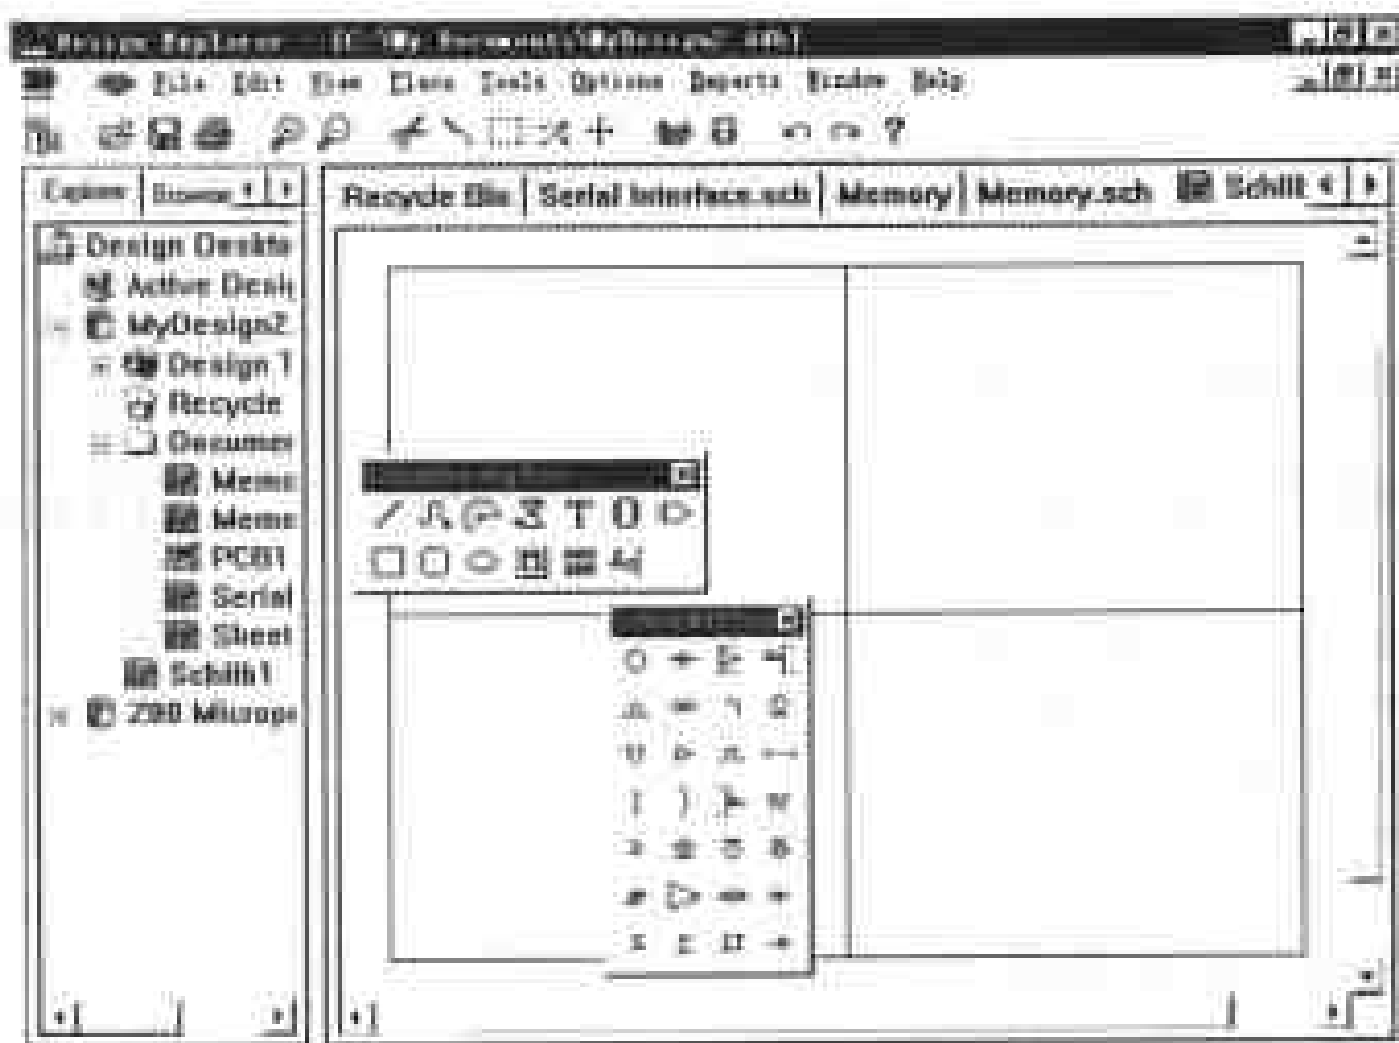
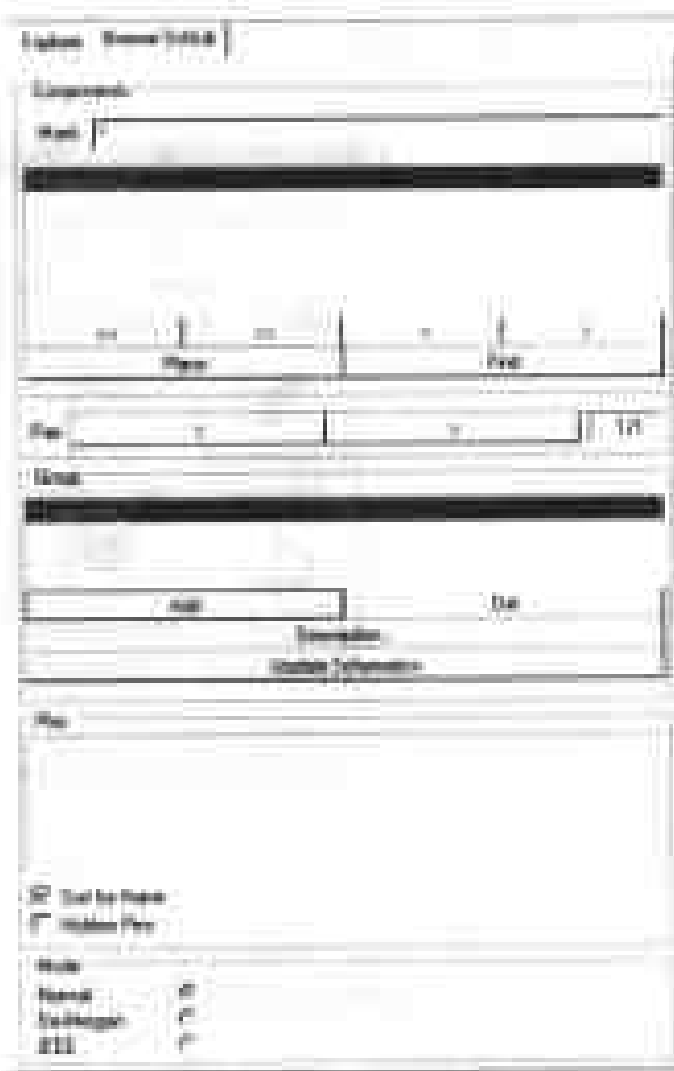

图 3-2 元件库编辑器界面
图 3-3 元件管理器
- (2) 在对话框中选择原理图元件库编辑器图标 (Schematic Library Document)，用鼠标双击图标或选择后，单击 OK 按钮，则系统就在当前设计管理器中建立了一个新的元件库文档，默认文件名为 Schlib1，用户可以自己修改为其他文件名。
- (3) 双击新建的元件库文档图标，就可进入原理图元件库编辑器界面，如图 3-2 所示。
在如图 3-2 所示的界面中, 可以看到元件库编辑器主要由菜单、主工具条、元件管理器、画图工具条、IEEE 工具条和编辑窗口等组成。与原理图设计编辑器不同的是, 在编辑区域内有一个十字坐标轴, 它将编辑区域划分成四个象限。象限的定义与数学上的相同, 即从右上角开始按逆时针方向依次是: 第一象限、第二象限、第三象限和第四象限。一般情况下, 在第四象限中进行元件的编辑制作。
元件管理器是和设计管理器集成在一起的, 用鼠标单击图 3-2 中的 Browse Schlib 选项卡, 就可得到如图 3-3 所示的元件管理器。
元件管理器共有 4 个区域: components (元件) 区域、Group (组) 区域、Pins (引脚) 区域和 Mode (元件模式) 区域, 如图 3-3 所示。